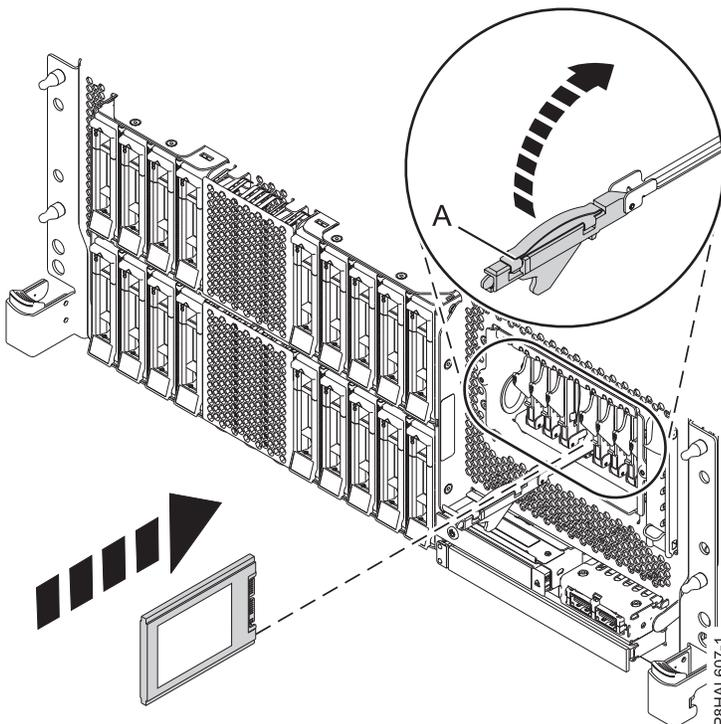
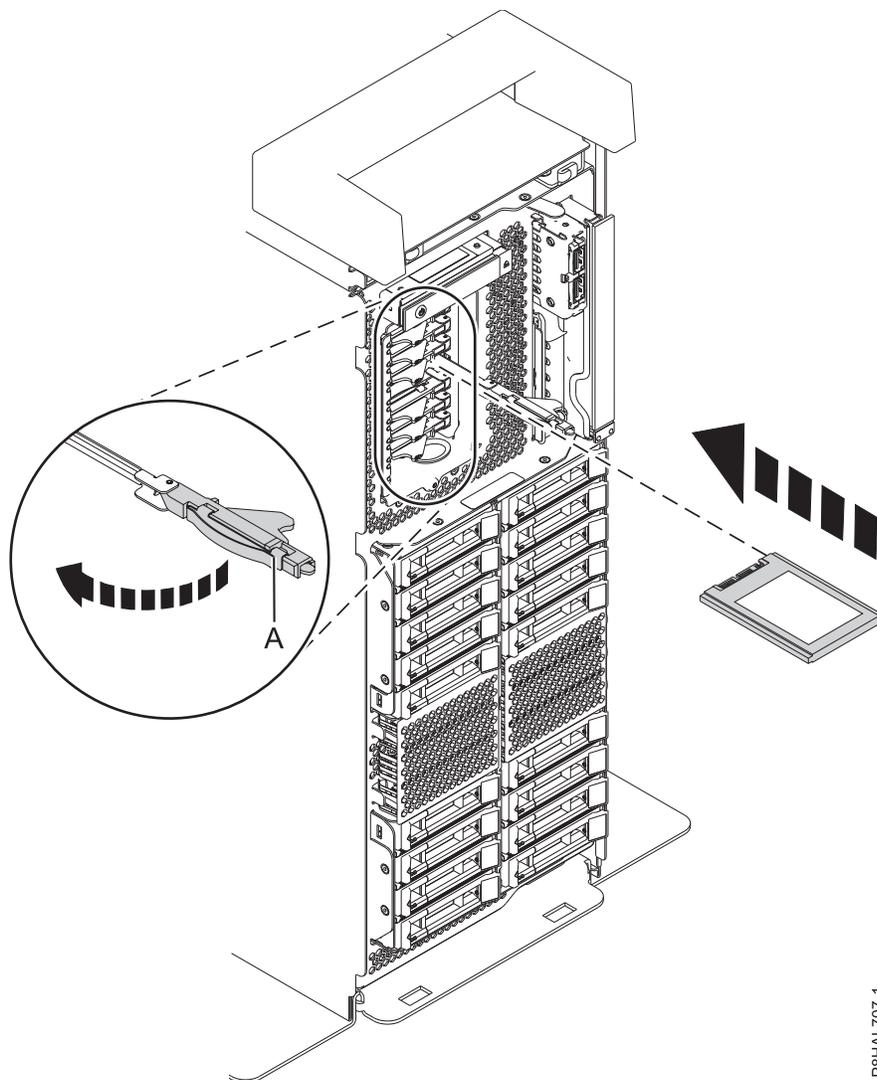

Abbildung 38. Solid-State-Laufwerk in einem Einschubsystem mit erweiterten Funktionen installieren
Abbildung 39. Solid-State-Laufwerk in einem Standalone-System mit erweiterten Funktionen installieren
- Der Griff des Solid-State-Laufwerks (A) muss in der entriegelten Position sein, während Sie ihn nach außen ziehen, um auf die Führungsschienen im Steckplatz des Solid-State-Laufwerks zugreifen zu können. Stützen Sie das Solid-State-Laufwerk unten mit Ihrer Hand, wenn Sie es an den Führungsschienen im Steckplatz des Solid-State-Laufwerks ausrichten. Siehe Abb. 38 und Abb. 39 auf Seite 45.
- Verriegeln Sie das Laufwerk, indem Sie den Griff (A) in die gezeigte Richtung drehen. Siehe Abb. 38 und Abb. 39 auf Seite 45.